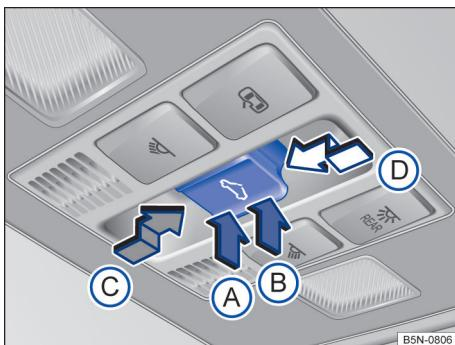

Fig. 68 No revestimento do teto: botão do teto de vidro.
- **Levantar o teto de vidro:** pressionar o botão → Fig. 68 B até o primeiro nível. Curso automático: pressionar o botão B até o segundo nível.